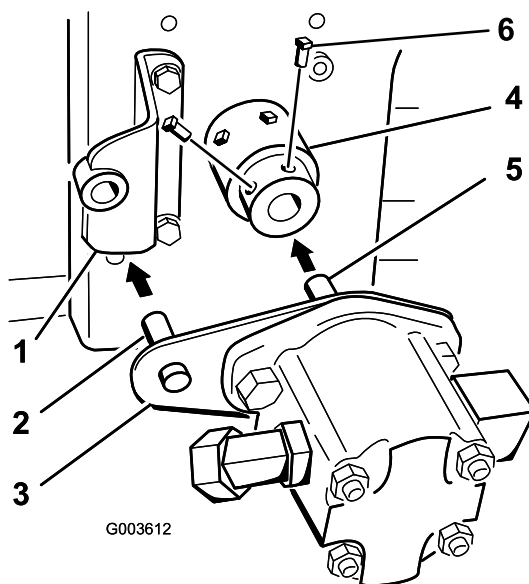

Figura 20
9. Instale a cavilha da placa da bomba no suporte da bomba ao instalar o eixo da bomba hidráulica no conjunto do hub. O eixo da bomba hidráulica tocará na extremidade do eixo da tomada de força do motor (Figura 20).
11. Aplique Loctite® azul nos 2 parafusos de afinação (5/16 x 3/4 pol.) e instale-os no conjunto do hub para o prender ao eixo da bomba hidráulica (Figura 20).